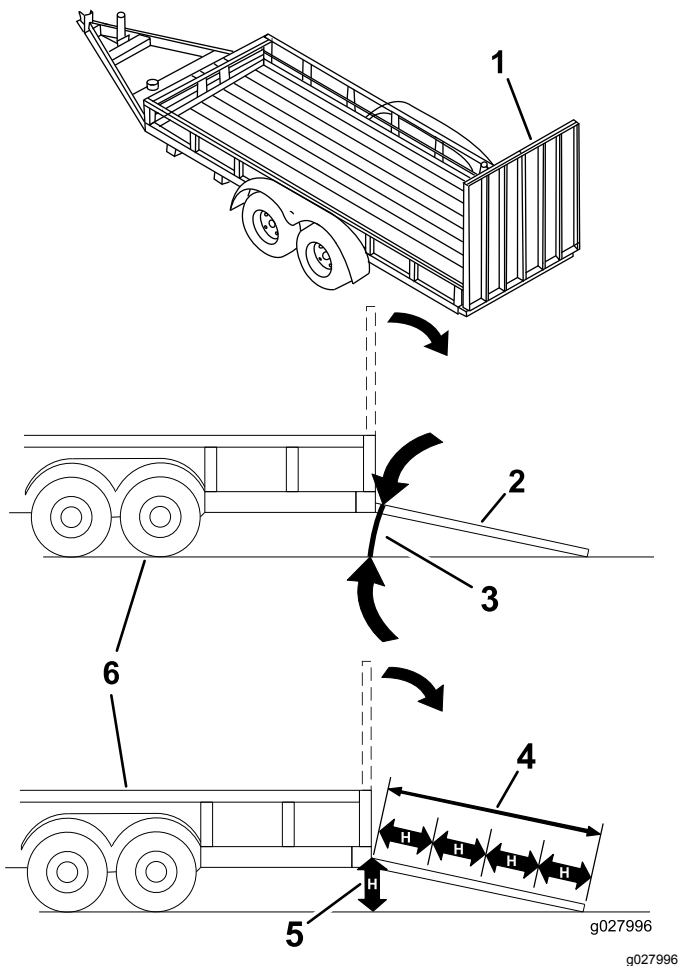

Рисунок 29
При погрузке машины на прицеп или грузовик возникает повышенная вероятность опрокидывания, что может привести к получению тяжелой травмы или гибели (**Рисунок 29**).
3. Опустите наклонный въезд, убедившись, что угол между наклонным въездом и землей не превышает 15 градусов (Рисунок 29).